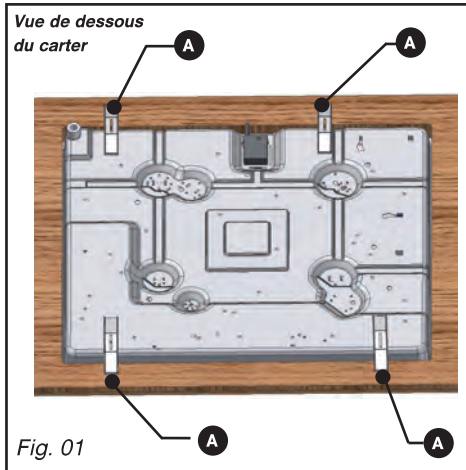
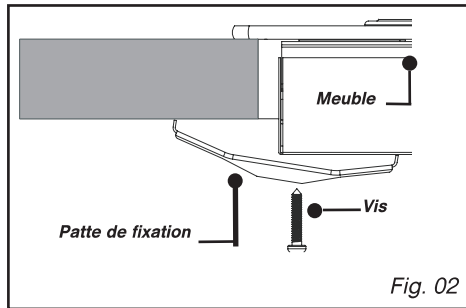

Fig. 01
Fig. 02
– Utilisez un récipient de taille adaptée : le diamètre du fond doit être égal ou supérieur au diamètre du foyer électrique (Fig. 02).
- N'utilisez pas de récipient à fond concave ou convexe sans le support adéquat (Fig. 02).
Se conformer au croquis (Fig. 01).
– Pour assurer l'étanchéité entre le carter et le plan de travail, collez le joint mousse **sur le pourtour extérieur du carter** (Fig. 02).
- Vous pouvez immobiliser, si vous le désirez, la table au moyen de pattes de fixation livrées avec leur vis (Fig. 02) se fixant aux coins du carter. **Utilisez impérativement les trous prévus à cet effet suivant le dessin ci-dessus (Fig. 01).**
– **Raccordement avec un tuyau flexible** caoutchouc renforcé **à embouts mécaniques** vissables (conforme à la norme XP D 36-112) dont la durée de vie est de 10 ans (Fig. 02).